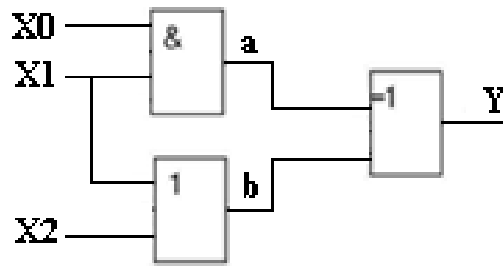

Рисунок 3 – Комбинационная схема
**Пример 2.** Выполнить анализ комбинационной схемы (рис.3): составить логическую функцию, таблицу истинности, временные диаграммы.